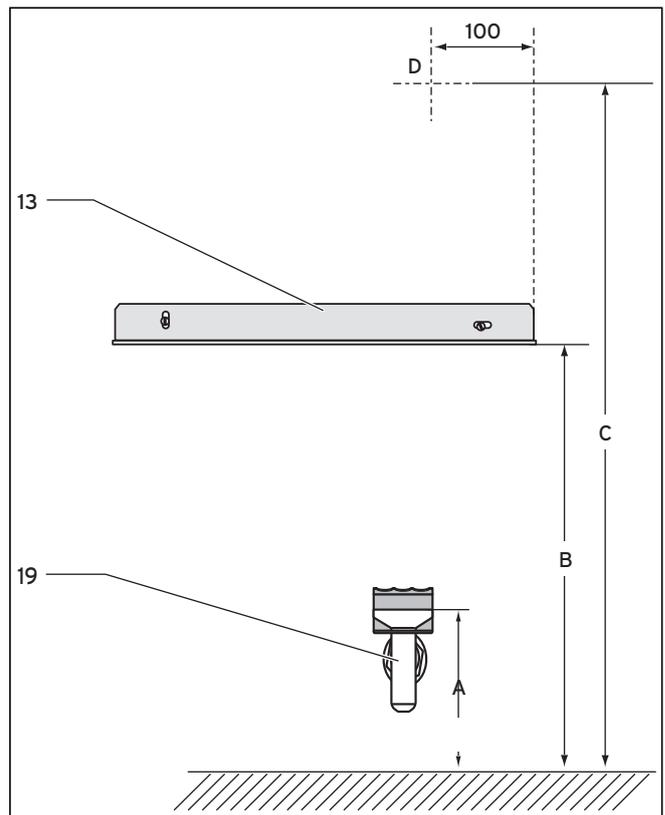

Abb. 4.5 Montage der Anschlusskonsole
- Legen Sie die Hausinstallationsleitung zu Punkt D gemäß Abbildung 4.5.